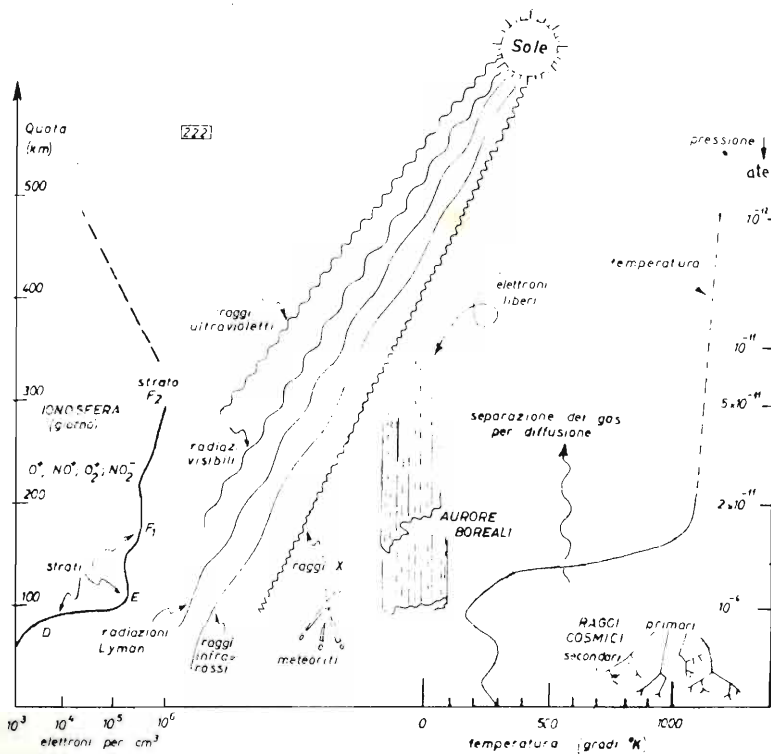

Fig. 222
2. - Temperature. Nella fig. 222 le temperature sono espresse in gradi Kelvin ($^{\circ}K = ^{\circ}C + 273$). Partendo dal livello del mare, il gradiente è di $-7^{\circ}C$ ogni 1000 m di quota. Nella stratosfera troviamo una temperatura media di $-55^{\circ}C$. Agli 80 km di quota si passano i $273^{\circ}K = \text{Zero } ^{\circ}C$; poi